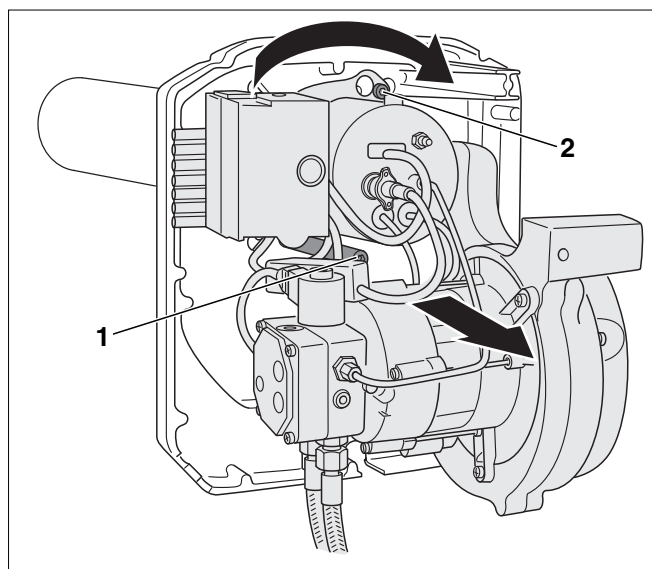

Fig. 18 Desmontar la carcasa del quemador
- Soltar los tornillos del ajuste de bayoneta (fig. 18, **pos. 1 y 2**) (no retirarlos por completo) y retirar el quemador de la pared trasera del quemador con un leve giro hacia la derecha (fig. 18).